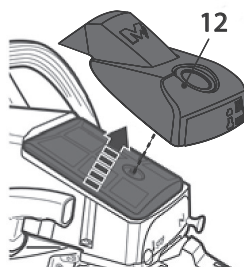

Fig. 49
- > Remova o filtro de ar (14) (Fig. 49) e abra-o ao meio.
- > Escove a rede com gasolina para remover a sujidade. Volte a montar o filtro de ar (14), pressionando os dois rebordos até ouvir um estalido.
- > Coloque a tampa do filtro de ar (13) e fixe-a com o parafuso (12).